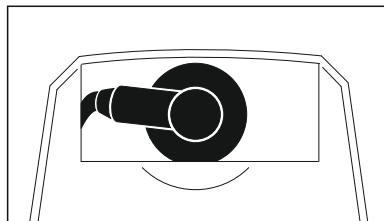

Рис. 69
- Стяните штекер свечи зажигания (рис. 69).